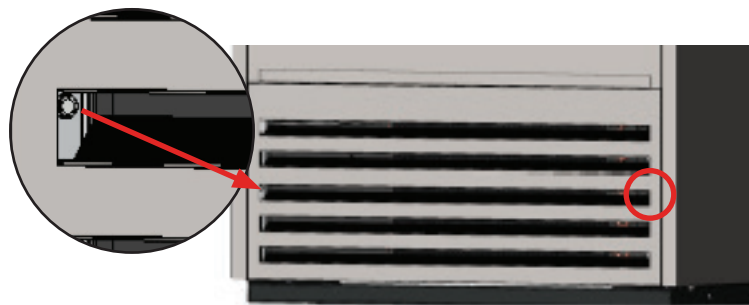

Fig. 3. Togliere le viti. Tirare la griglia frontale per liberarla dalle staffe magnetiche.
**NOTA BENE:** Alcuni modelli possono richiedere la rimozione di una griglia frontale e/o posteriore per accedere ai bulloni di spedizione. (si vedano le fig. 3 e 4). Togliere le griglie con una chiave a bussola da 6,35 mm (1/4"), se presenti.